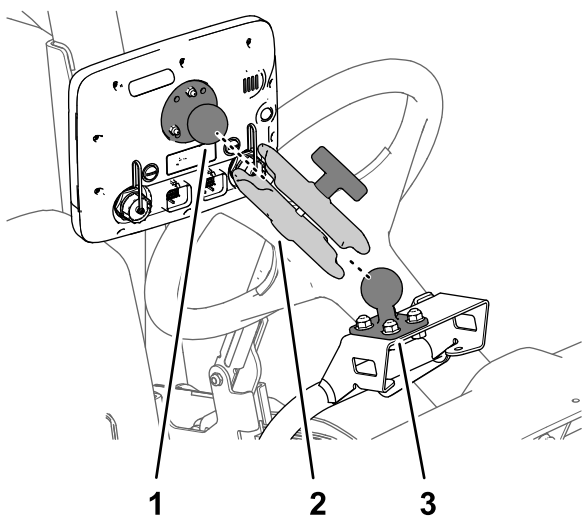

Рисунок 167
3. Подсоедините шаровый соединитель монитора и шаровое крепление на машине к стойке монитора (Рисунок 167).
4. Отрегулируйте монитор таким образом, чтобы его можно было видеть с рабочего места оператора, и затяните ручку на стойке монитора от руки (Рисунок 167).